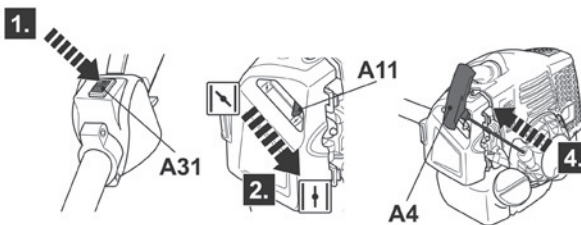

Fig. 42
- > Mantenha o produto estável e puxe lentamente a pega do arrancador de recuo (A4) até sentir resistência e, em seguida, puxe rapidamente. Repita até que o motor arranque (Fig. 42).